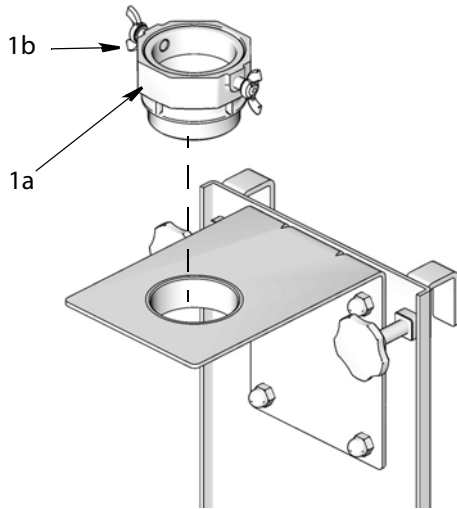
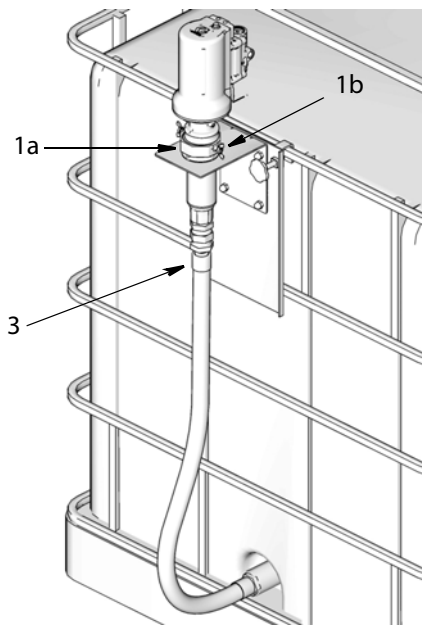

Рис. 13
Рис. 14
3. Вверните переходник втулки (1а) насоса в отверстие на скобе насоса в сборе. Надежно затяните рукой (Рис. 13).
4. Установите насос (1) в переходник втулки (1а) (Рис. 14). Зафиксируйте насос на месте, затянув винты с прокладками (1b) (Рис. 13 и Рис. 14).